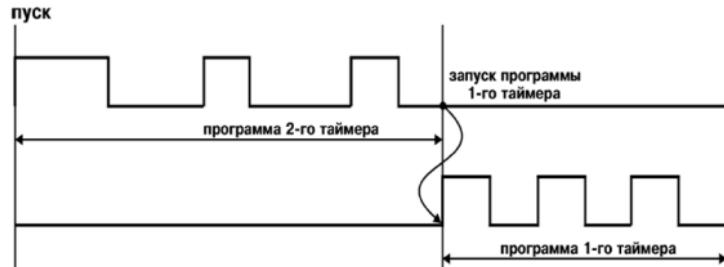

Рисунок 3.19
3.1.7.6 При  $\text{«rESt»} = 5$  (установка возможна только при значениях  $\text{«Inp»} = 1, 2$  или  $3$ ) запуск или перезапуск таймера 1 происходит после окончания выполнения программы таймера 2 (рисунок 3.19).